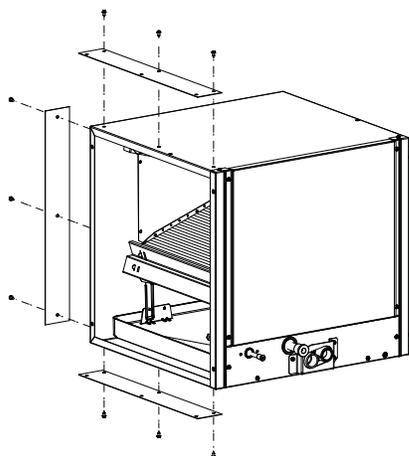

Fig. 5 – Monter les plaques de fixation
2. Utilisez des vis autotaraudeuses pour monter les plaques de fixation sur le caisson du serpentin. Consultez la figure 5.